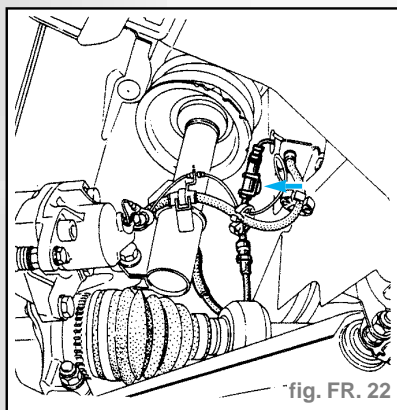

fig. FR. 22
- Débrancher le connecteur situé proche de la fixation AV du berceau moteur (fig. FR. 22).